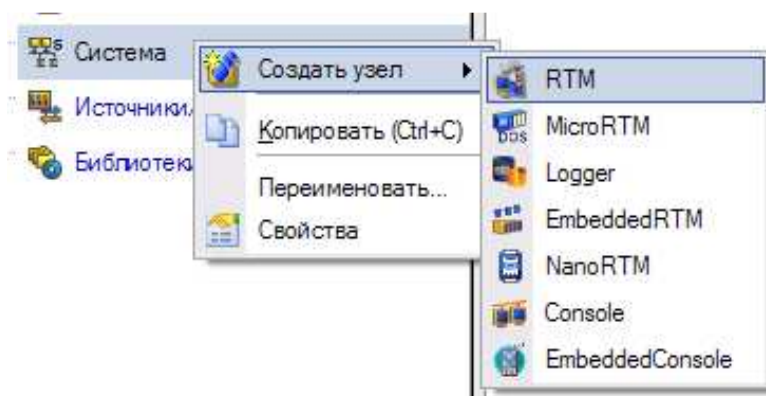

Рис. 3.8 Создание узла
2. **Создание узла.** Выделите строку *система* в навигаторе проекта (рис. 3.8). Вызовите контекстное меню щелчком правой клавиши мыши. В контекстном меню выберите строку *создать узел*. Среди предложенных типов узлов выберите **RTM**.